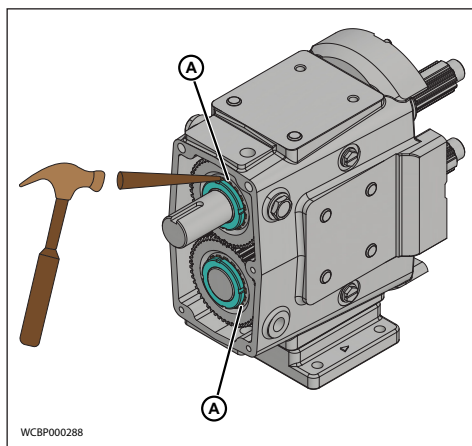

Abbildung 69 - Geradestellen der Sperrnase
6. Stellen Sie die Nase an den Sicherungsringen gerade (Abbildung 69, Pos. A).